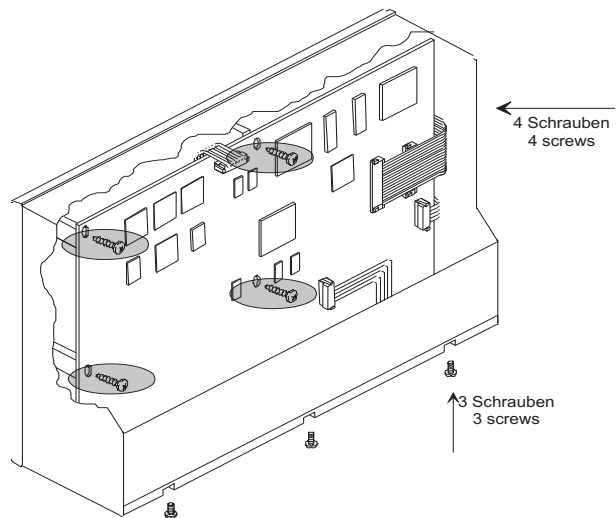

Bild 4-11: Befestigen der Hauptplatine
14. Positionieren Sie die Hauptplatine so, dass sie mit den vier oberen Schrauben fixiert werden kann. Achten Sie darauf die Flachbandkabel nicht zu beschädigen. Setzen Sie die vier oberen Schrauben auf der Hauptplatine wieder ein. Befestigen Sie das Anschlusspanel von unten mit drei Schrauben. (Bild 4-11)